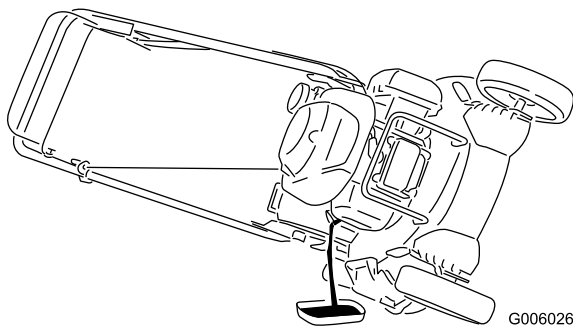

Bild 41
3. Kippen Sie den Rasenmäher seitlich (Luftfilter nach oben), um das Altöl über den Öleinfüllstutzen abzulassen (Bild 41).